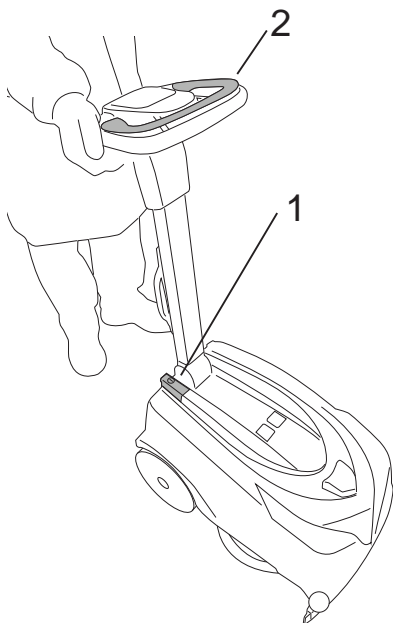
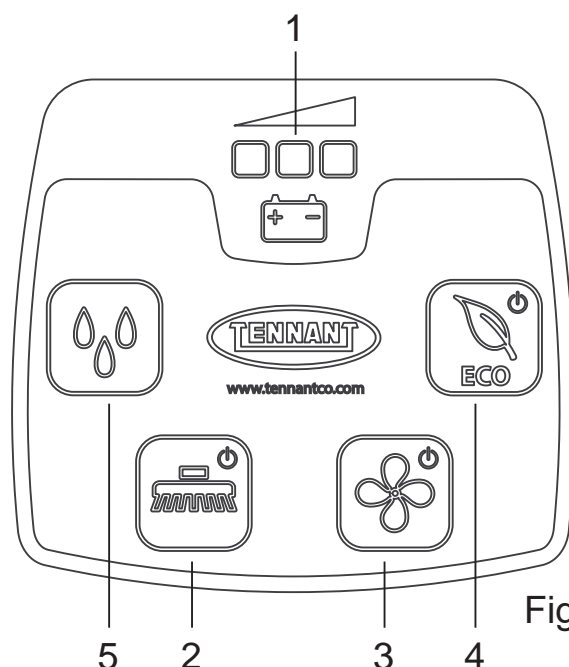

Fig.14
Fig.15
- Interrupteur général (Fig. 14 - Rep 1): active et désactive l'alimentation électrique de toutes les fonctions de la machine.
- Témoin de charge de la batterie (Fig. 15, Rep. 1) : constitué de 3 leds de couleur rouge, jaune et verte qui indiquent le niveau de charge de la batterie. Les situations possibles sont:
- Bouton brosse (Fig. 15 - Rep 2) : active ("led allumée") et désactive ("led éteinte") la fonction "Brosse", la brosse ne se met en marche que lorsqu'on actionne le "Lever de commande brosse" (Fig. 14 - Rep 2).
- Bouton aspiration (Fig. 15 - Rep 3) : met en marche ("led allumée") et arrête ("led éteinte") le moteur d'aspiration, qui permet de sécher le sol. Le moteur se met en marche uniquement lorsqu'on actionne le "Lever commande brosse".
- Bouton de débit de solution (Fig. 15 - Rep. 5) : pour activer, désactiver ou modifier la distribution du flux de solution, procéder comme suit :
- Bouton ECO (Fig. 15 - Rep. 4) : active ("led allumée") ou désactive ("led éteinte") le fonctionnement ECO.